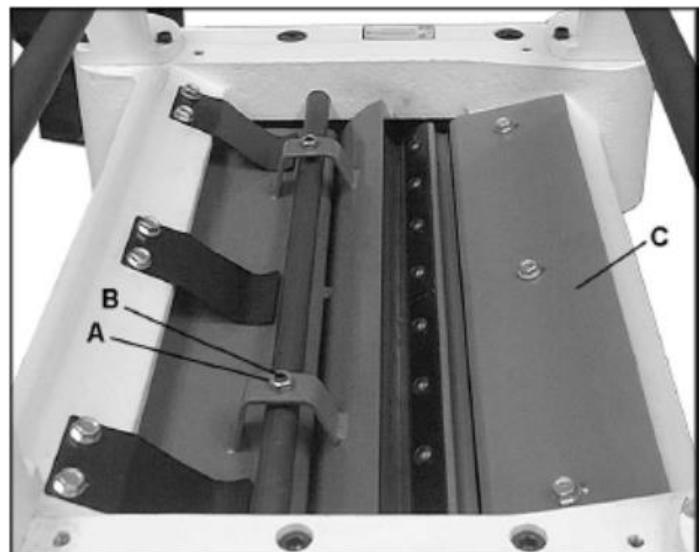

Рис. 28
2. Ослабить контргайки (А, рис. 28) на обоих концах стружколомателя и поворачивать установочные винты (В, рис. 28) для подъёма или опускания стружколомателя по мере необходимости. Установочные винты следует поворачивать одинаково.
3. При касании стружколомателя калибра затянуть обе контргайки (А, рис. 28).
Стружкоотражатель (С, рис. 28) предотвращает падение стружки в выводной ролик. Стружкоотражатель должен быть отрегулирован так, чтобы расстояние от кромки ножей составляло от 1,6 мм до 3,2 мм. Проверить, чтобы стружкоотражатель был сориентирован так, чтобы конус на его передней кромке совпадал с формой режущего вала.